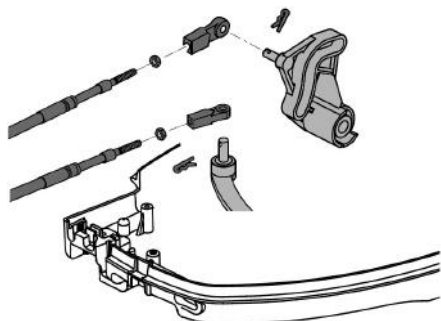

Рис. 14 Подключение тросов к мотору
- Установите наконечники тросов переключения передач и управления дроссельной заслонкой на рычаги и зафиксируйте их шплинтами (Рис. 14).
Вставьте пластину вместе с оболочками тросов в корпус мотора (Рис. 14).